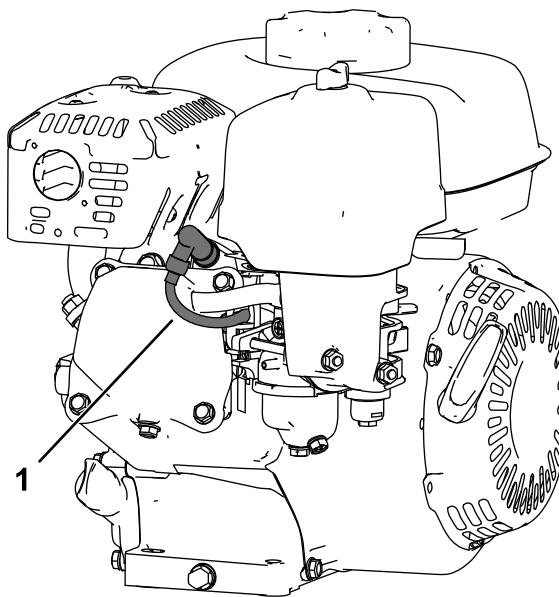

Bild 8
5. Ziehen Sie den Kerzenstecker ab (Bild 8).